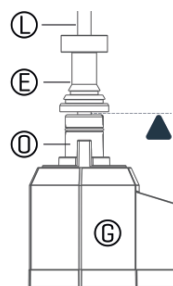

fig. 6
Per uso con trigger banks di fabbrica di GEWA, il piatto superiore deve essere collocato il più sufficientemente alzato perché il Paraurti in gomma (E) non premi in giù l'asse del controller (O). Si veda la *fig. 6* per fare il paragone.
- 3 Dopo il passo 2, la Paraurti in gomma (E) deve toccare il controller dell'Hi-Hat del supporto mobile (O) senza premere l'asse in basso (si veda la *fig. 6*). Questo corrisponde a una spaziatura minima del piatto (S) di circa 19 mm ($\frac{3}{4}$ ").